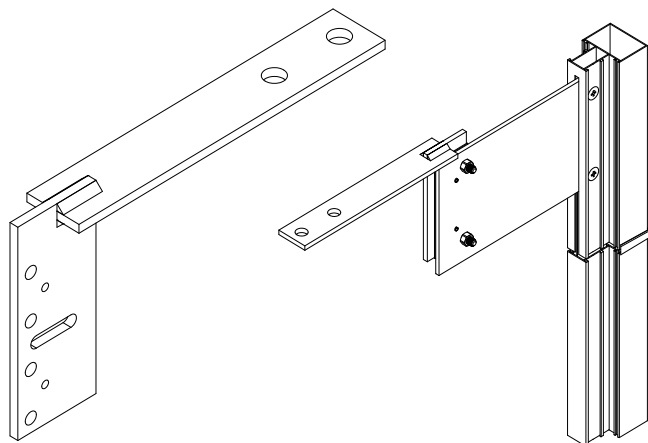

Рис. 16.30
- кронштейн АУРС.УС65.0760 соединяется со стойкой через дистанционную пластину, отрезаемую в необходимый размер, что позволяет использовать его при больших откосах (120...250 мм) блоков каркаса витража от плит перекрытия. Сверление отверстий под крепежные элементы осуществляется на монтаже по месту (рис. 16.30);